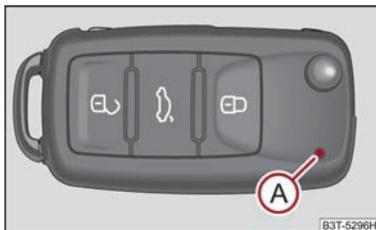
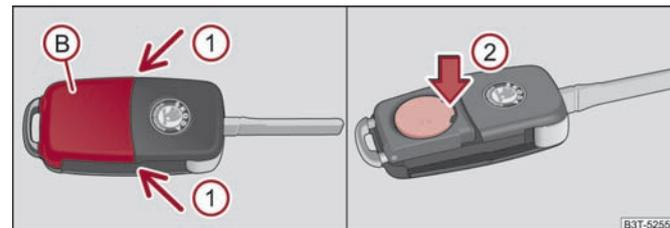

Abb. 23 Funkschlüssel
Abb. 24 Funkschlüssel - Deckel abnehmen / Batterie herausnehmen
Mit dem Fahrzeug werden zwei Funkschlüssel ⇒ Abb. 23 ausgeliefert.
Jeder Funkschlüssel enthält eine Batterie, die unter dem Deckel (B) untergebracht ist ⇒ Abb. 24. Wenn die Batterie entladen ist, blinkt nach dem Drücken einer Taste auf dem Funkschlüssel die rote Kontrollleuchte (A) ⇒ Abb. 23 nicht. Wir empfehlen Ihnen, die Schlüsselbatterie von einem autorisierten Škoda Servicepartner wechseln zu lassen. Falls Sie jedoch die entladene Batterie selbst wechseln wollen, gehen Sie wie folgt vor:
- Drücken Sie die Batterieabdeckung mit dem Daumen oder mit einem flachen Schraubendreher an den Stellen der Pfeile (1) ab ⇒ Abb. 24.
- Durch Drücken der Batterie nach unten, an der Stelle des Pfeils (2) nehmen Sie die entladene Batterie aus dem Schlüssel heraus ⇒ Abb. 24.
Diese Wahlfunktion ermöglicht die Entriegelung aller Türen, einzelner Türen, bei der Türen auf der linken oder rechten Fahrzeugseite oder gleichzeitiges Entriegeln der Fahrer- und Beifahrertür. Die anderen Türen und die Tankklappe bleiben verriegelt und werden erst nach nochmaligem Entriegeln mit der Entriegeltaste auf dem Funkschlüssel ⇒ Abb. 23 oder mit der Taste für Zentralverriegelung ⇒ Abb. 26 entriegelt.